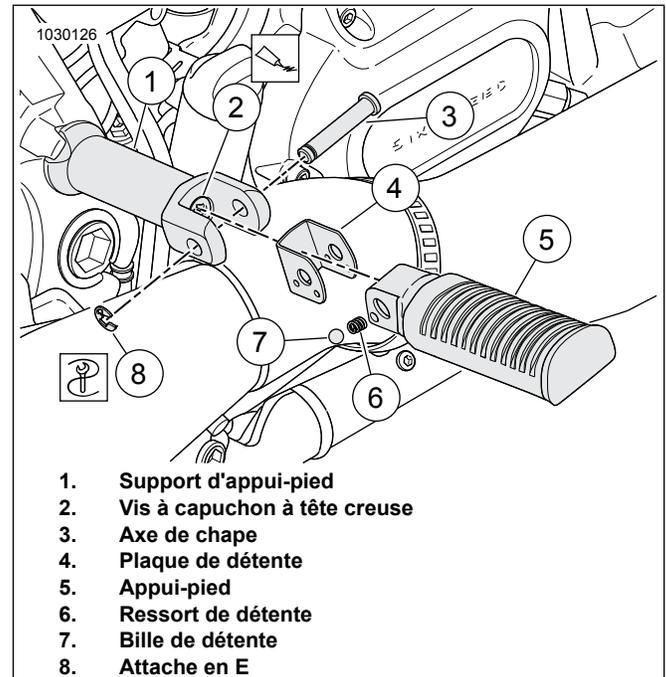

Figure 1. Appui-pied de passager Softail
1. Voir Figure 1 Déposer l'attache en E (8) et l'axe de chape (3) du support d'appui-pied (1). Déposer l'appui-pied (5) et le conserver pour une utilisation ultérieure.
2. Déposer la plaque de détente (4), le ressort de détente (6) et la bille de détente (7) du support d'appui-pied.
3. Déposer la vis à capuchon à tête creuse (2) et le support d'appui-pied (1) du véhicule.
Voir Figure 1 pour poser de nouvelles pièces d'appui-pied sur le véhicule.